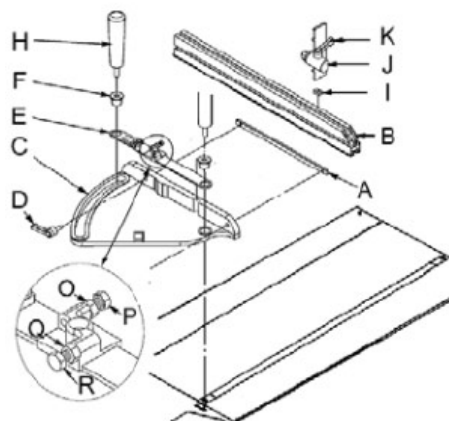

Рис. 9
Надвиньте профиль упора (B, Рис. 9) на рейку (A) и закрепите их вместе на торцовом упоре (C) с помощью двух рукояток (D).
**Указание:** Скошенный конец профиля упора (B) показывает направление к диску пилы.